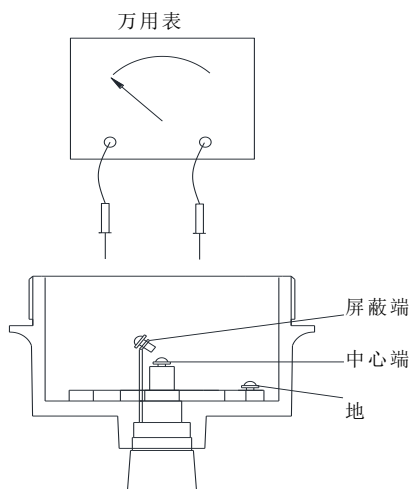

图 6.2 传感器的检查
B. 若传感器上有挂料，用万用表欧姆档测量下列阻值：见图 6.2 传感器的检查